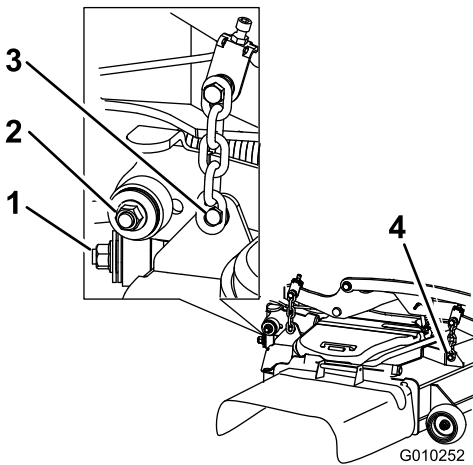

Figura 94
7. Retire y guarde los herrajes de ambos lados de la plataforma, según se muestra en Figura 94.